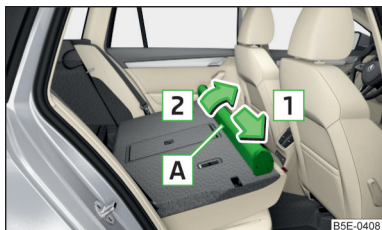

Abb. 148
- Das Gehäuse **A** in Pfeilrichtung **1** verschieben und aus den Aufnahmen in Pfeilrichtung **2** herausnehmen » Abb. 148.